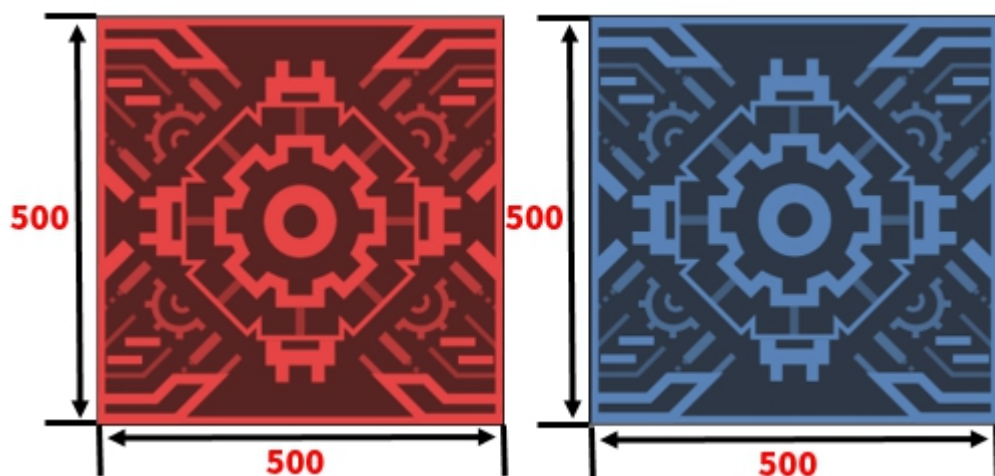

图 3.4 启动区示意图
(1) 启动区：场地中分布的 4 个用于比赛中机器人开始或停止运动的区域，如图 3.4 所示外围边框尺寸为 500*500mm。